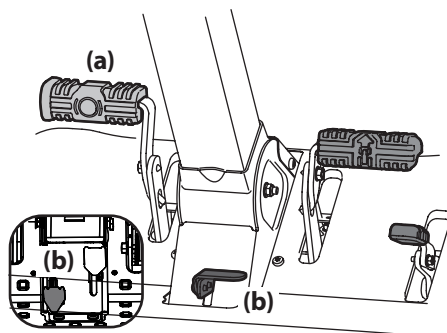

Figure 3-3
2. Appuyez sur la pédale de frein (a), puis sur la pédale du frein de stationnement / régulateur de vitesse (b) et relâchez la pédale de frein (a) pour engager le frein de stationnement. Voir Figure 3-3.